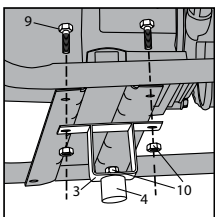

Рис. 2
2. Установите демпфер 4 на опору 3 и закрепите при помощи гаек 10 (рис. 2).
3. Установите опоры 3 на раму генератора и закрепите при помощи болтов 9 и гаек 10 (рис. 2).